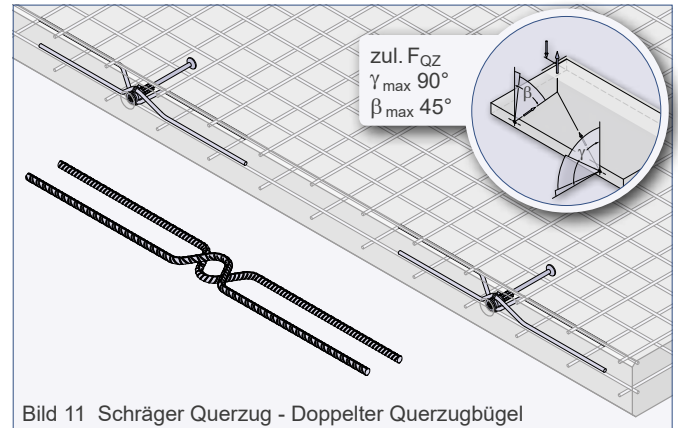
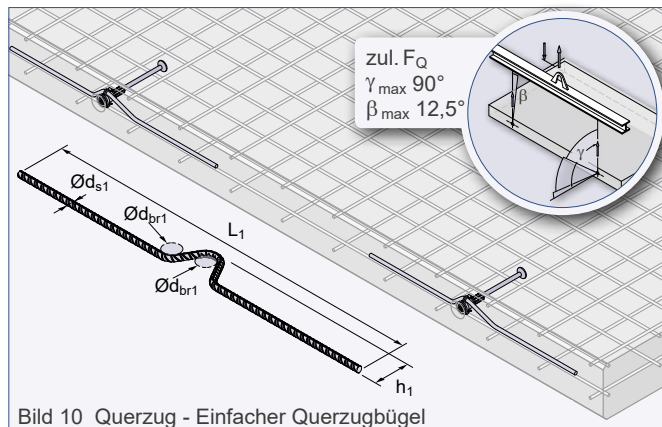
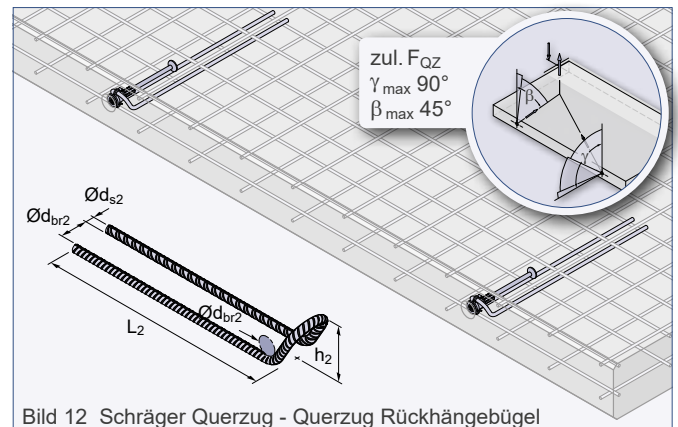

Bild 11 Schräger Querzug - Doppelter Querzugbügel
Bild 10 Querzug - Einfacher Querzugbügel
Bild 12 Schräger Querzug - Querzug Rückhängebügel
Die Beanspruchung der Kompaktanker mit Querzug  $\gamma > 15^\circ$  erfordert den Einbau einer Bewehrung nach Tabelle 5 und 5a. Die Querzugbewehrung kann entweder als einfacher Querzugbügel (Bild 10), als doppelter Querzugbügel (Bild 11) oder als Querzug-Rückhängebügel (Bild 12) ausgeführt werden. Sie hat im Scheitelpunkt der Biegung Druckkontakt mit der Gewindehülse des Transportankers. Die Querzugbewehrung wird stirnseitig im Bauteil entgegen der Belastungsrichtung angeordnet. Das Aufrichten von Platten kann zu gleichzeitigem Schräg- und Querzug, dem so genannten schrägen Querzug, an den Transportankern führen (Bild 11 und Bild 12). In diesem Fall ist der Querzug-Rückhängebügel oder doppelter Querzugbügel erforderlich. Der Schrägzugfall wird beim Einsatz dieser Bewehrung ebenfalls abgedeckt. Beim Umlegen oder Aufstellen des Bauteils muss die Ausrichtung der Querzugbügel beachtet werden (beim einfachen Querzugbügel gemäß Bild 10 und Querzug-Rückhängebügel gemäß Bild 12).
Der doppelte Querzugbügel (siehe Bild 11) deckt die üblichen Lastrichtungen ab.
④ Bei der Bewehrung "Einfacher Querzugbügel" (siehe Bild 10) ist ausschließlich  $F_Q$  ( $\beta_{\max} 12,5^\circ$ ) zulässig!
⑤ Bei dieser Bauteildicke ist eine Zulagebewehrung gemäß Tabelle 5a erforderlich